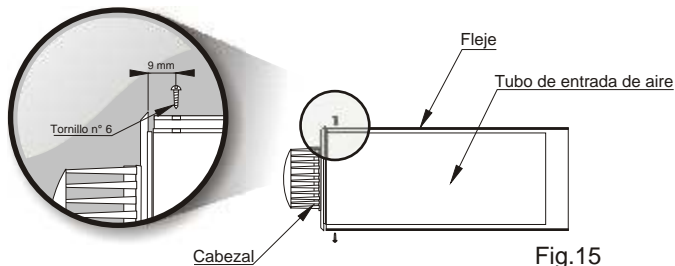

Fig.15
- Taladre 1 orificio de 3 mm de diámetro **simultáneamente** en el Tubo de Entrada de Aire y en el cuello del Cabezal a 9 mm del borde (Fig. 15). Tome uno de los **Flejes de Fijación** provistos, inserte un tornillo autorroscante No. 6 (chico) en el extremo agujereado del Fleje y fíjelo atornillándolo en el orificio que acaba de taladrar en el